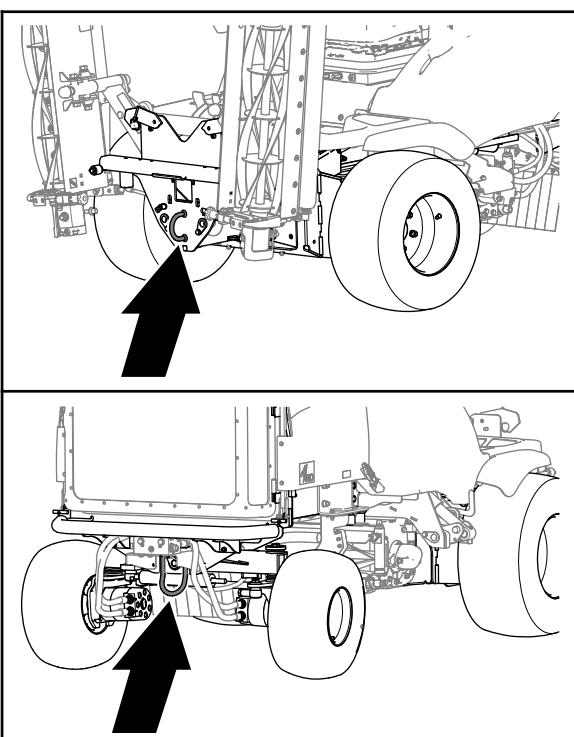

Figura 35
5. Conecte una barra de remolque **rígida** entre la argolla de remolque delantera de la máquina y el vehículo de remolque (Figura 35).